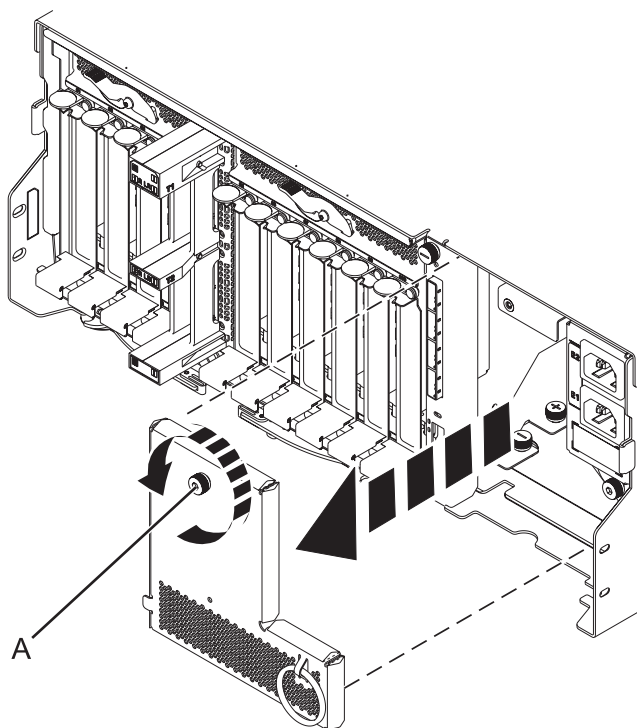

Figura 87. Extracción de la placa del cable de alimentación
10. Extraiga la placa del cable de alimentación girando el tornillo de mano (A) y tirando de la placa hacia fuera del sistema, como se muestra en Figura 87.